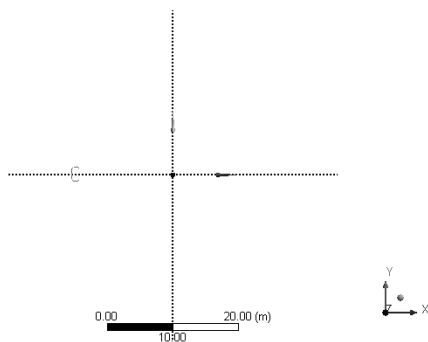

图 5-39 草绘
Step4：单击  Line（线段）按钮，此时按钮变成  的凹陷状态，表示本命令已被选中，将鼠标移动到绘图区域中的 X 轴上，此时会出现一个 C 提示符，表示即将创建的第一点是在坐标轴上，如图 5-39 所示。